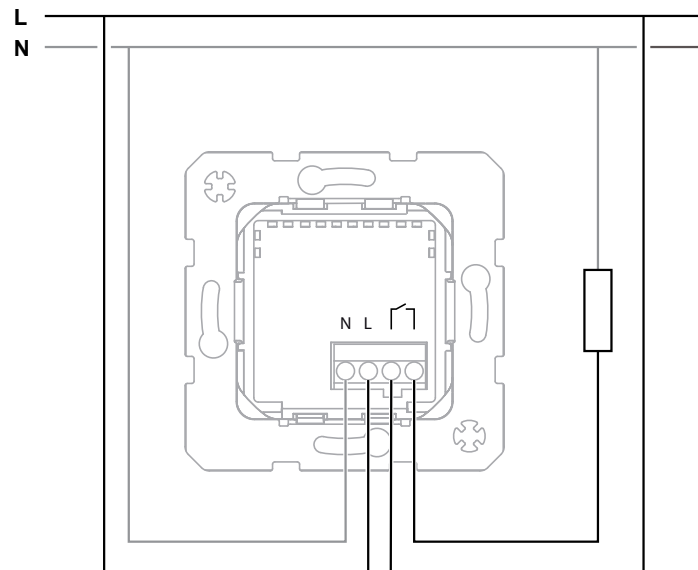

Figure 3
- Raccorder le mécanisme de commutation du relais (1) selon le plan de raccordement (figures 3/4).